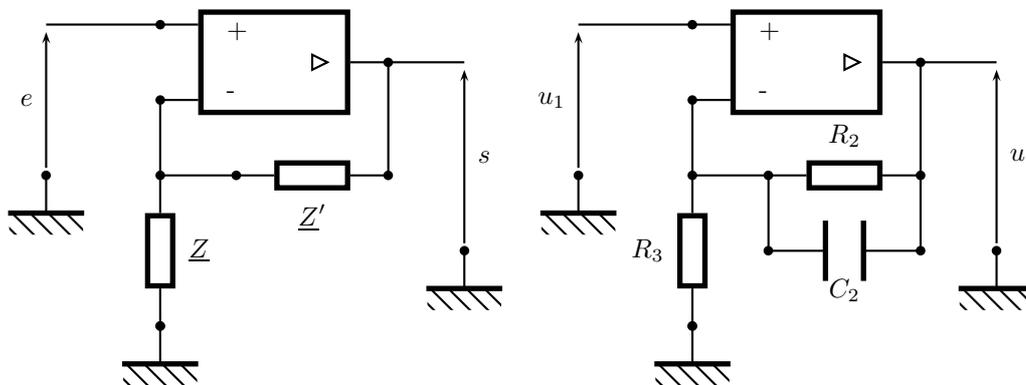

FIGURE 4 – Deuxième filtre (à droite) (F_b)
Dans cette partie, les signaux sont sinusoïdaux et les amplificateurs linéaires intégrés (ALI) sont supposés idéaux et fonctionnent en régime linéaire. On étudie les filtres de la figure 4.
9. Soit le filtre de la figure 4 à gauche. Exprimer sa fonction de transfert \underline{H} en fonction de \underline{Z} et \underline{Z}' . Que devient \underline{H} si les impédances sont $\underline{Z} = R$ et $\underline{Z}' = R'$? Quel est dans ce cas l'intérêt du montage?
En sortie du filtre (F_a), le signal $u_1(t)$ est envoyé sur le filtre (F_b) de la figure 4 à droite.